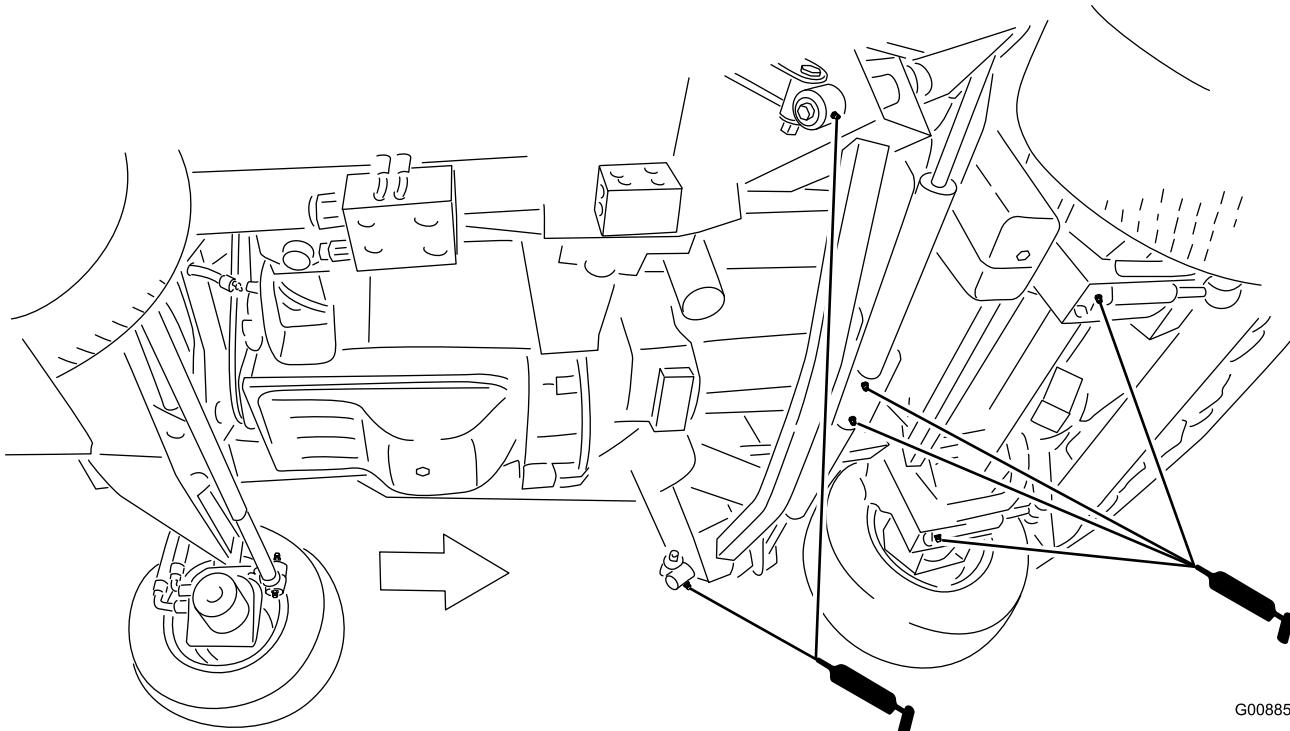

Figura 49
- Brazos de impacto (2) (Figura 49)
- Pivotes de los cilindros de elevación de la carcasa delantera (2) (Figura 49)
- Pivotes de los cilindros de elevación de las carcasas laterales (2) (Figura 49)